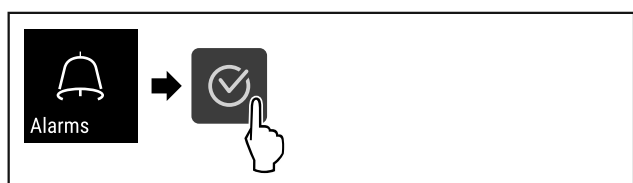

Fig. 125
- ▶ Suivre les étapes (voir Fig. 125) .